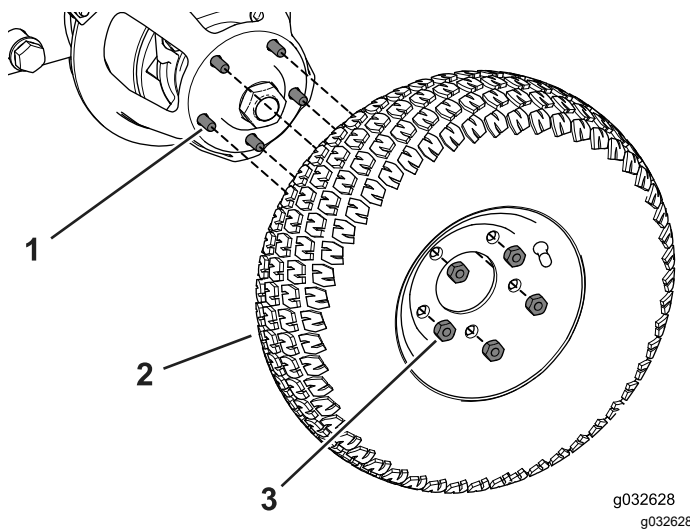

Bild 83
1. Montieren Sie das Rad an der Radnabe (**Bild 83**).
2. Ziehen Sie die Radmuttern an, um die Räder am Rahmen zu befestigen (**Bild 83**).